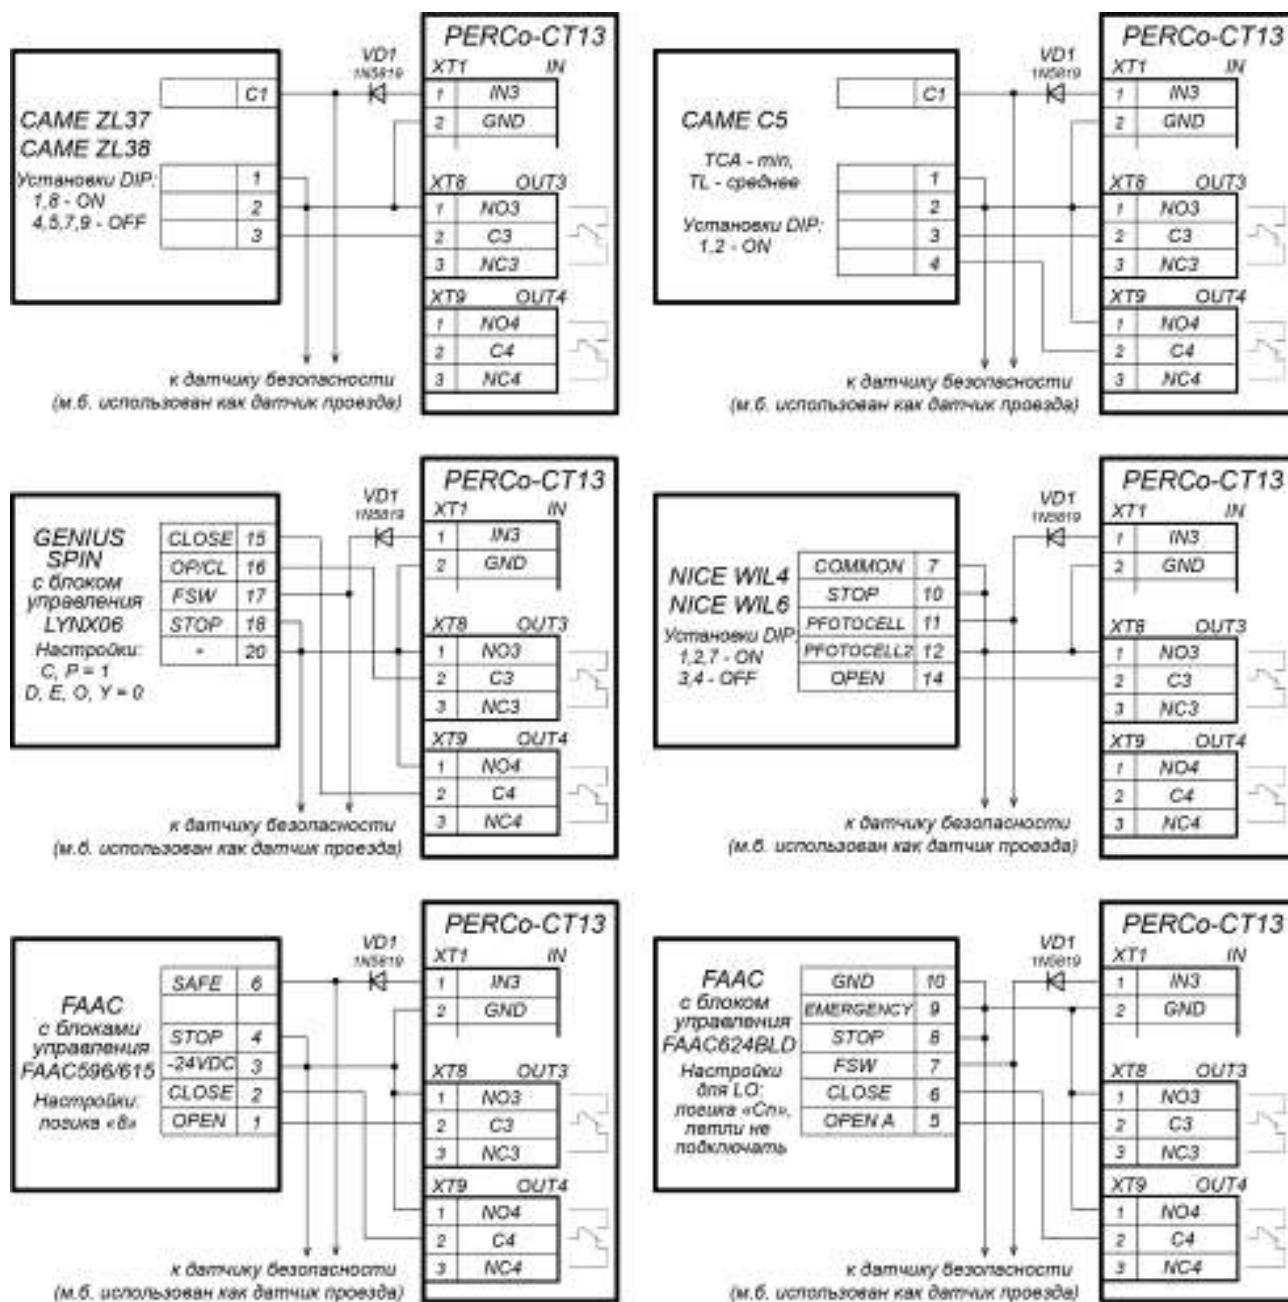

Рисунок 18. Примеры схем подключения шлагбаумов к контроллеру АТП
- Типовые схемы подключения ИУ АТП представлены на рис. 18.